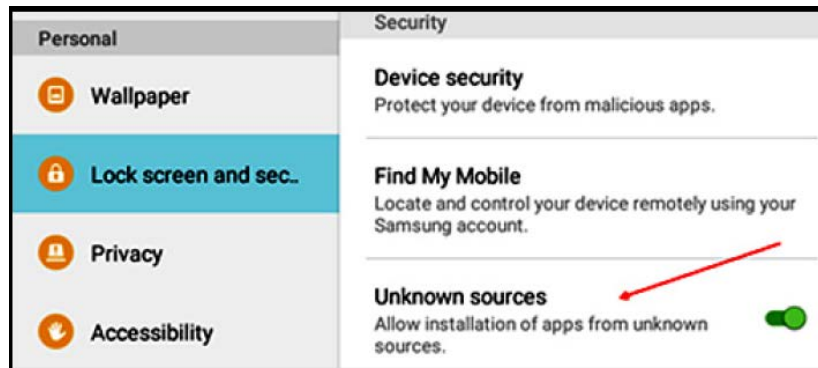

图 56: 安全性设置
2. 在平板电脑设置中，启用安全性选项，以允许安装 “未知来源” 的软件，仅限本次安装 （请参见下面的 图 56）。